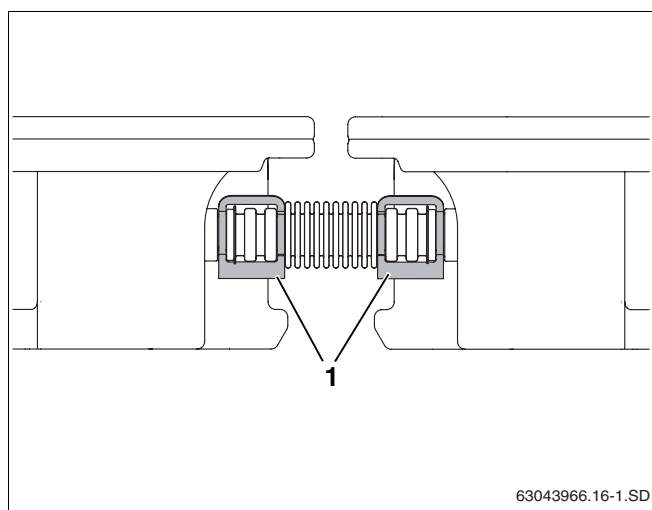

Fig. 47 Connecteur de tube ondulé sécurisé à l'aide des brides de fixation
- Fixez chaque capuchon avec un clip et chaque connecteur avec deux clips (fig. 47, **pos. 1**).